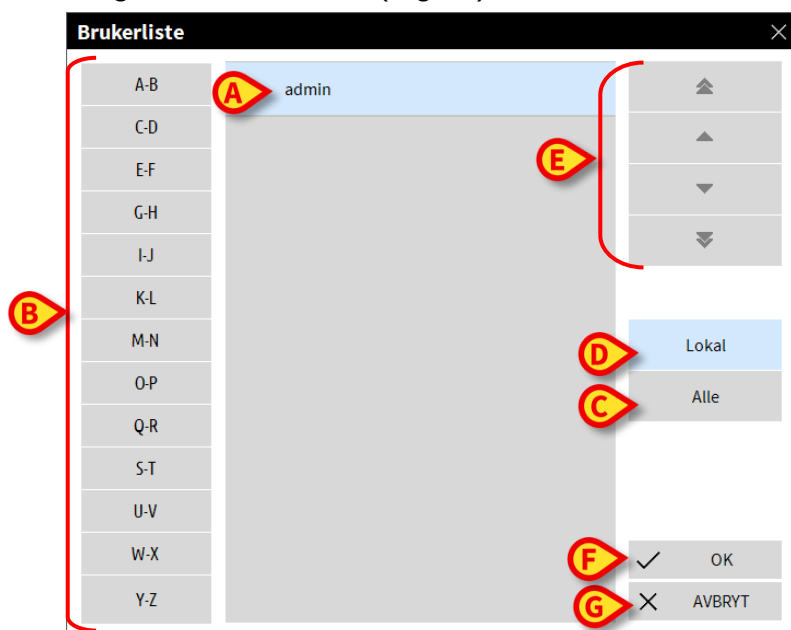

Fig 10
Følgende vindu vises (Fig 10).
Vinduet vist på Fig 10 kan brukes som en fortegnelse for å søke og velge en bruker på listen over mulige brukere. I den midtre delen av vinduet vises navnet til mulige brukere i alfabetisk rekkefølge (Fig 10 **A**). Bokstavene til venstre i vinduet (Fig 10 **B**) fungerer som en indeks, og gjør det mulig å kun få opp brukere med navn som begynner med en bestemt bokstav. Eksempel: Klikk på **C-D**-knappen for å se listen over bruker med navn som begynner med bokstaven C eller D.
Bruk **Alle**-knappen (Fig 10 **C**) for å se listen over alle mulige brukere.
Bruk **Lokal**-knappen (Fig 10 **D**) for å se listen over brukere på den spesifikke nåværende arbeidsstasjonen.
Bruk pilknappene til høyre i vinduet (Fig 10 **E**) for å rulle opp og ned på listen over brukere.
- Klikk på **Ok**-knappen (Fig 10 **F**).
Bruk **Avbryt**-knappen (Fig 10 **G**) for å avbryte oppgaven og lukke “**Brukerliste**”-vinduet uten å velge en bruker.